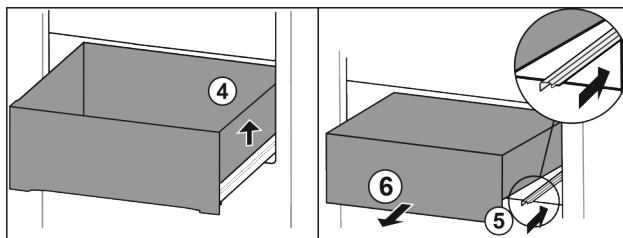

Fig. 90
- Løft skuffen til høyre. Fig. 90 (4)
- Skyv inn høyre skinne. Fig. 90 (5)
- Ta ut skuffen framover. Fig. 90 (6)